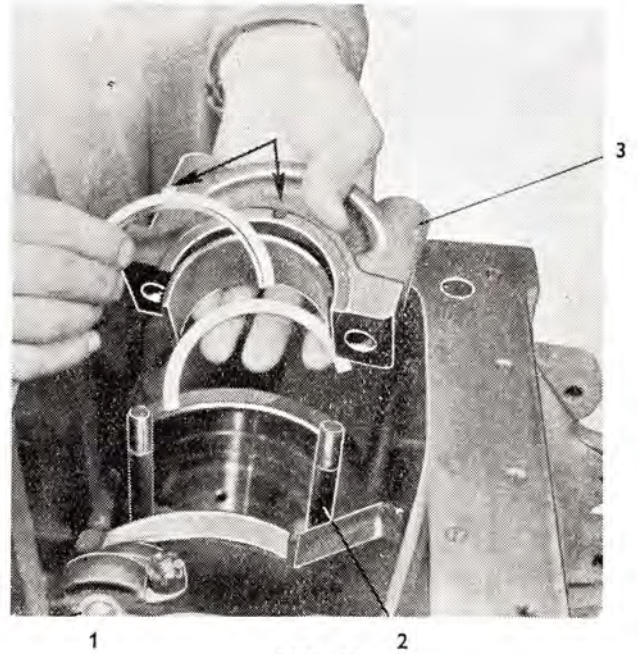

Abb. 81
7. Die Muttern M 14 (Abb. 81/1) der Schrauben der Hauptlager (Abb. 81/2) sind zu entsichern und diese sind auszuschauben.
8. Die Deckel der Hauptlager (Abb. 81/3) sind abzunehmen.
Anmerkung: Die Lager dürfen nicht verwechselt werden. Die Lagerdeckel sind an der Einspritzpumpenseite mit Nummern bezeichnet. Am rückwärtigen Lager befindet sich eine Aussparung für das obere (Abb. 81/3) und untere Längslager.